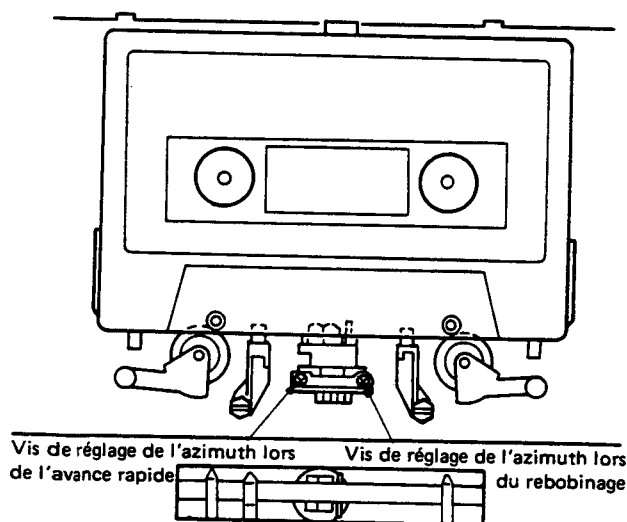

Fig. 7-4 Réglage de l'azimuth de la tête
| NORM | PLAY | 10 kHz, -20 dB (lecture)/STD-331B | Vis de réglage de l'inclinaison de la tête (Fig. 7-4) | TP501 (L) TP502(R) | Niveau maximum du signal de lecture | Bloquer la vis après réglage. |